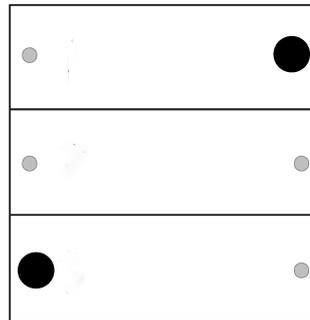

Figura 7: Attivazione della modalità di programmazione per tasti scenario
- Premere contemporaneamente i tasti in alto a destra e in basso a sinistra per 4 secondi (Figura 7).